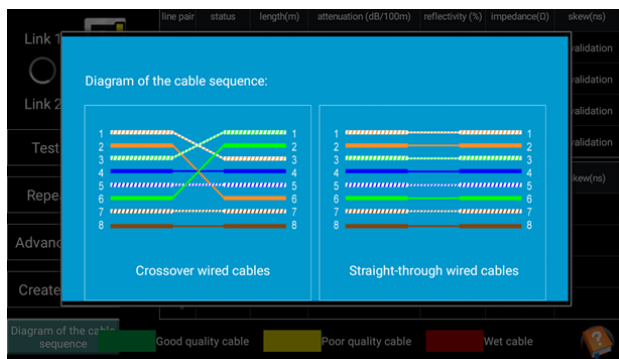

Рис. 119 Типы обжимки кабеля «витой пары»
- 2) «Типы обжимки кабеля» (Diagram of the cable sequence) показывает два варианта обжимки кабеля «прямой» и «кроссовый» в виде схемы последовательности жил в кабеле, рис. 119